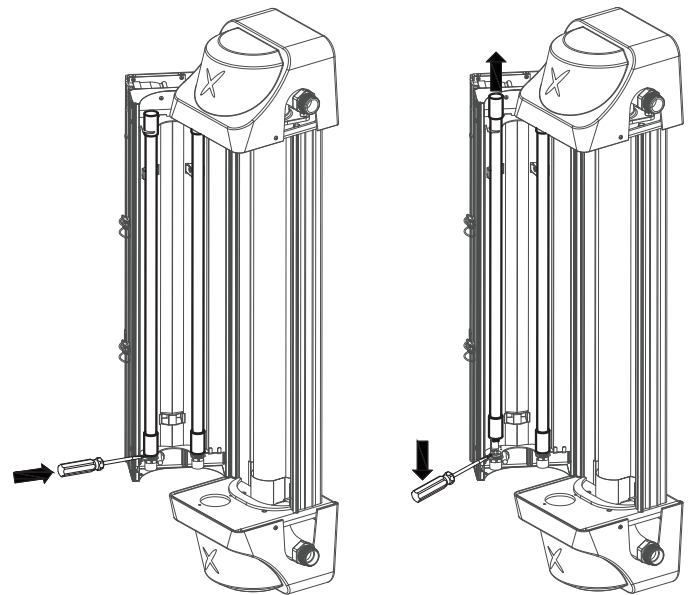

Figura 7-3
2. Haga palanca con un destornillador ranurado entre la base de la lámpara y el portalámparas cerámico; consulte la Figura 7-3.